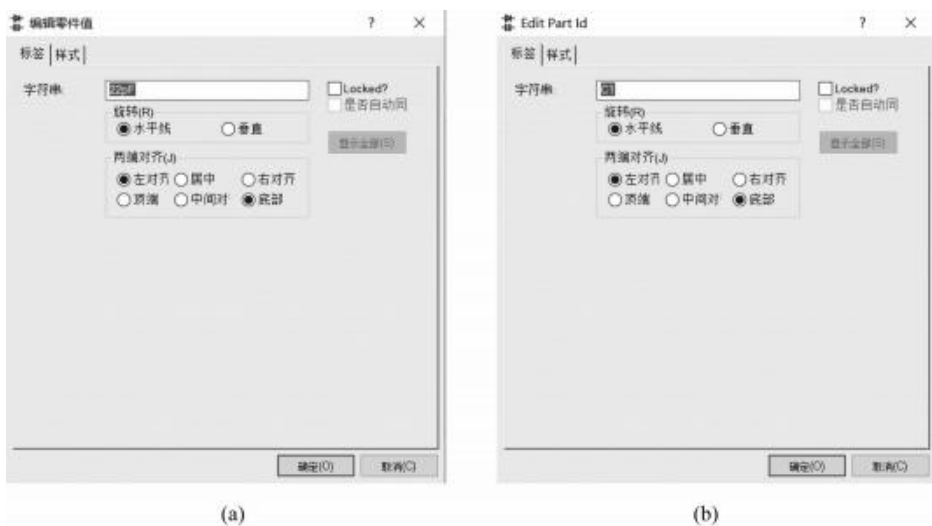

图 1-4-12 修改元件参数
(9) 如果只需要对元件位号或元件值的其中一项做修改,也可以直接双击元件上该参数信息,打开对应的窗口进行修改。修改元件值的窗口名为“编辑零件值”,如图 1-4-12(a)所示;修改元件位号的窗口名为“Edit Part Id”,如图 1-4-12(b)所示。